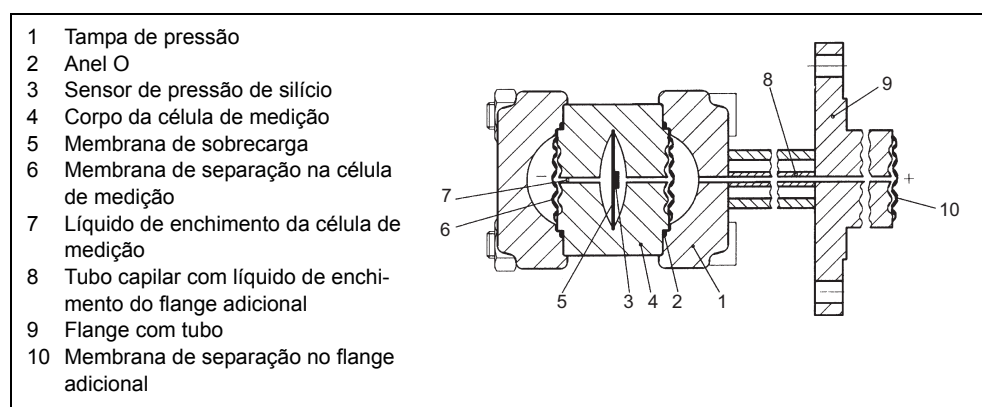

Figura 8 Célula de medição para o nível, plano de funcionamento
A pressão de entrada (pressão hidrostática) actua de modo hidráulico sobre a célula de medição através da membrana de separação (10, Figura 8, pág. 19) no flange adicional. A pressão diferencial presente na célula de medição é transmitida ao sensor de pressão de silício (3) através das membranas de separação (6) e do líquido de enchimento (7). Quando os limites de medição são excedidos, a membrana de sobrecarga (5) é activada até uma das membranas de separação (6) encostar ao corpo da célula de medição (4) para, deste modo, proteger o sensor de pressão de silício (3) contra sobrecarga. A membrana de medição é activada pela pressão diferencial. Consequentemente, quatro resistências piezo com ligação em ponte, colocadas na membrana de medição, alteram os seus valores de resistência. Esta alteração da resistência causa uma tensão de saída na ponte que é proporcional à pressão diferencial.